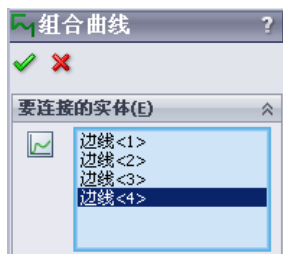

图 5.2.8 “组合曲线”对话框
Step2. 选择命令。选择下拉菜单 **插入(I)** → **曲线(U)** →  **组合曲线(C)...** 命令, 系统弹出图 5.2.8 所示的“组合曲线”对话框。